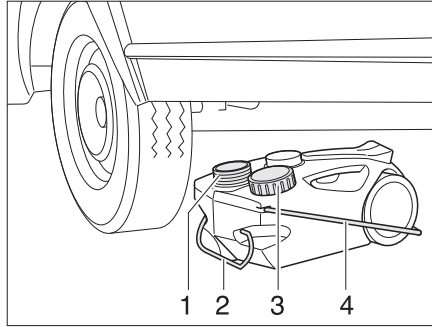

Fig. 137 Serbatoio delle acque grigie, mobile
- Chiudere l'apertura del serbatoio delle acque grigie (Fig. 137,1) con il coperchio (Fig. 137,3).
- Estrarre il serbatoio delle acque grigie tramite la maniglia (Fig. 137,2).
- Sollevare verso l'alto la maniglia da asporto (Fig. 137,4) e posizionare verticalmente il serbatoio delle acque grigie.